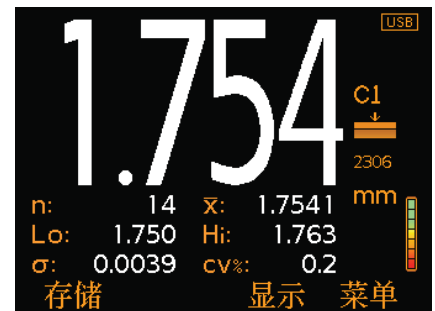

图6: 统计和读数
- 统计-型号 B(图6); 每个测量时将显示以下统计值 :